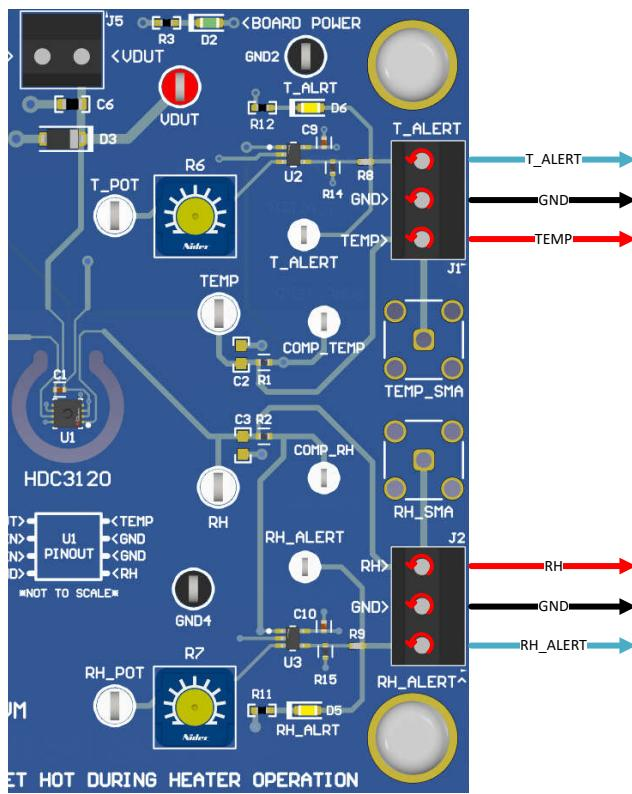

図 3-4. HDC3120EVM 出力
1. 図 3-4 に示されているように、ジャンパワイヤを使用して、HDC3120EVM から BOOSTXL-ADS7142-Q1 評価基板 BoosterPack™ の AIN0 入力に TEMP 出力を接続します。